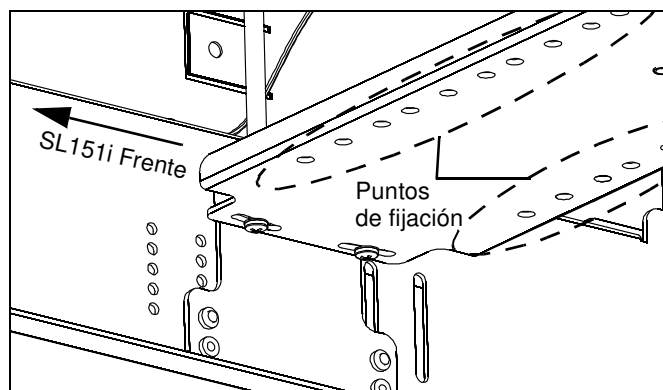

Figura 10
2. Fije la placa con el proyector al SL151i. Utilice los diversos puntos de fijación del SL151i para ubicarlo más a la derecha o más a la izquierda. (Consulte la Figura 10).